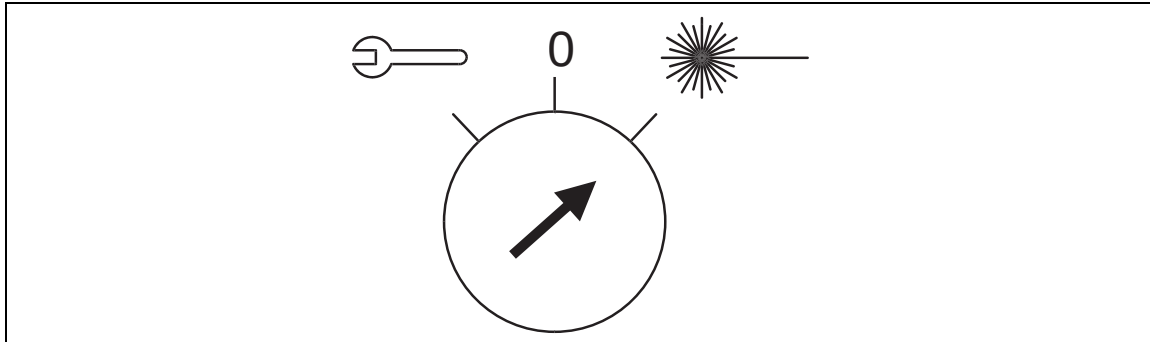

Abb. 7-24 Stellung Programmwahlschalter
- Der Programmwahlschalter befindet sich in Stellung „Arbeitsmodus“ (Abb. 7-24).